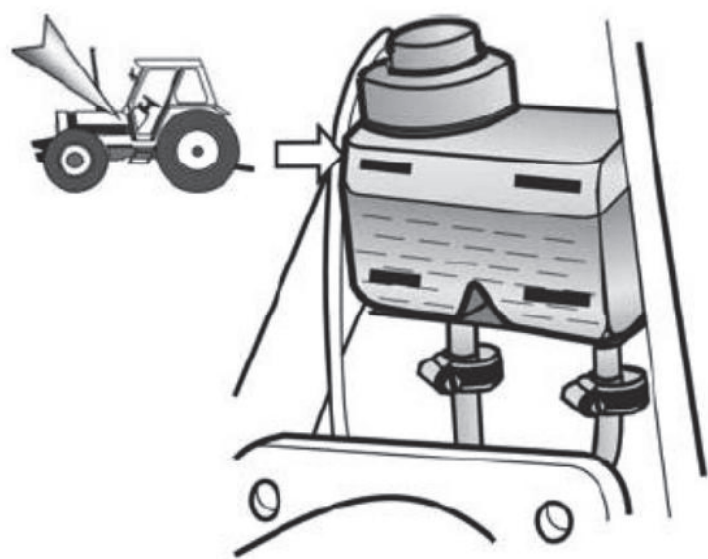

Fig. 5-2 Inspección del depósito de aceite del freno de servicio
2. Inspección del depósito de aceite del freno de servicio y del pedal Para el depósito de aceite del freno de servicio, consulte la fig. 5-2.